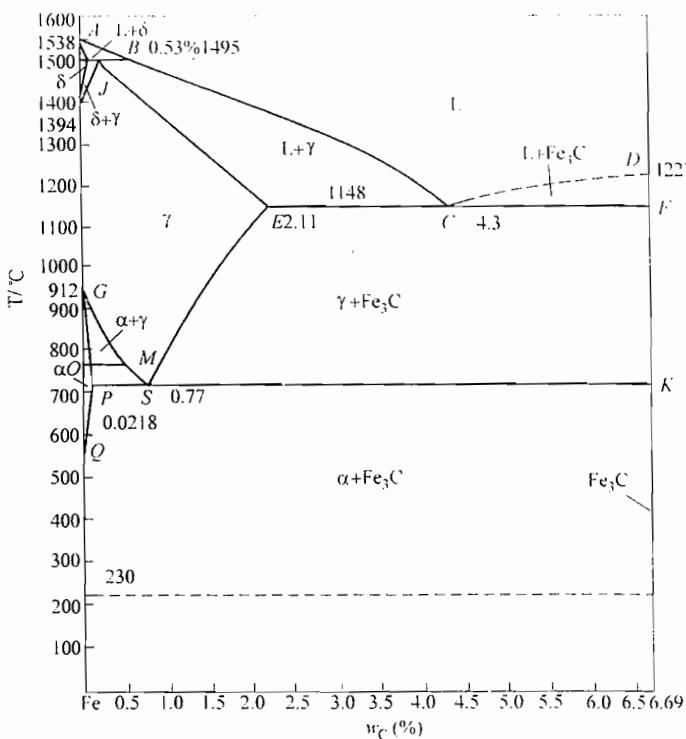

图 16-1 第四题第 9 小题图
9.  $\text{Fe}-\text{Fe}_3\text{C}$  相图如图 16-1 所示。